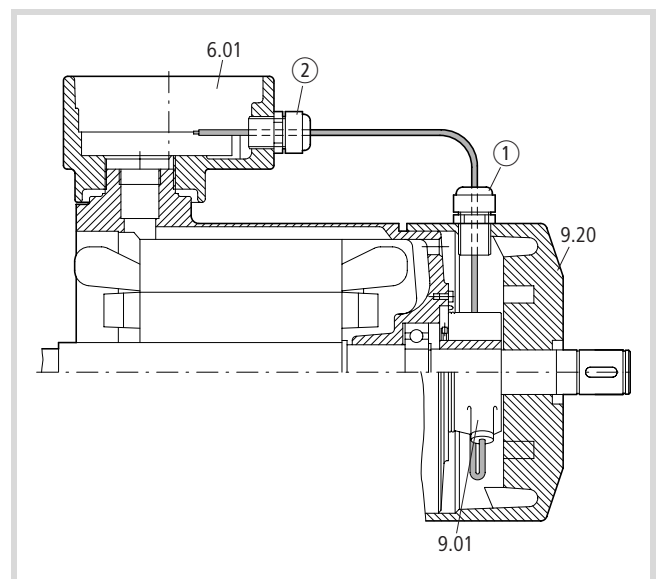

Abbildung 21: Kabelweg vom Drehzahlgeber zum Klemmenkasten
▶ Bei der Ausführung mit Klemmenkasten in erhöhter Sicherheit, Kennzeichnung EEx de IIC(B) T., verlegen Sie das Drehzahlgeberkabel folgender Maßen (→ Abb. 21):
- vom Drehzahlgeber (9.01) und Gebergehäuse (9.20) mit druckfester Leitungseinführung ①
- zum Klemmenkasten (6.01) durch eine Leitungseinführung der Schutzart erhöhte Sicherheit ②.